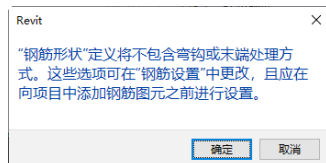

图 13-56 “Revit”提示对话框
(2) 打开如图 13-56 所示“Revit”提示对话框，单击“确定”按钮。